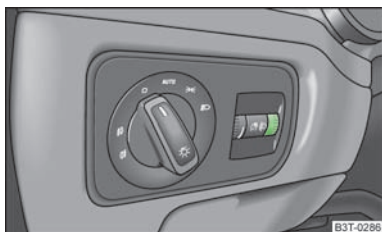

Fig. 36
- Rotiți butonul rotativ » fig. 36 pe distanța dorită de iluminare.